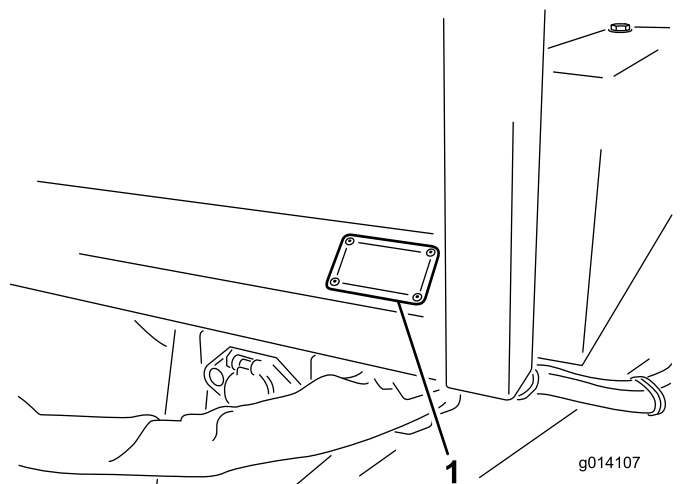

Рисунок 23
14. Установите наклейку 136-7585 рядом с табличкой с заводским номером на передней панели агрегата с левой стороны (Рисунок 23).